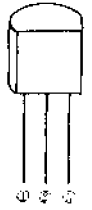

图 4-140 被测达林顿管外形
被测达林顿管的外形如图 4-140 所示,采用塑料封装,型号字迹不清。为叙述方便,现将三只引脚从左至右分别注上序号①、②、③。